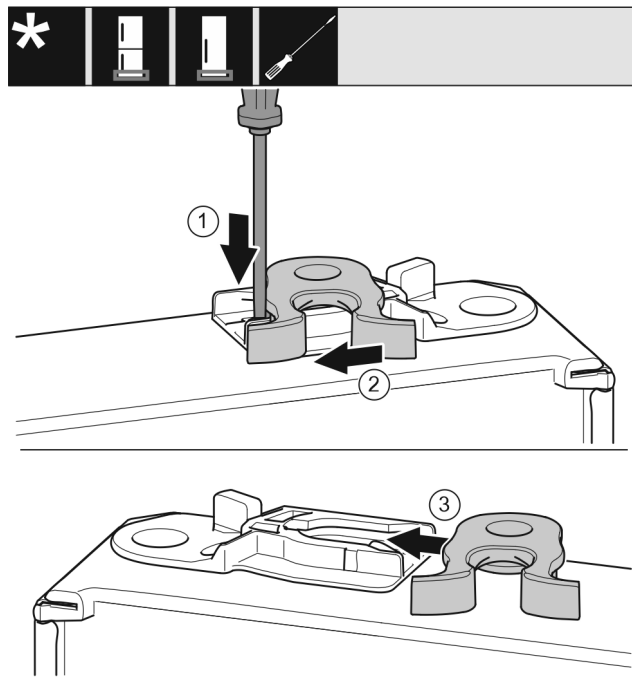

Fig. 15
- Presionar hacia abajo la lengüeta con el destornillador. Fig. 15 (1)
- Extraer el gancho de cierre de la guía. Fig. 15 (2)
- Introducir el gancho de cierre en el otro lado de la guía. Fig. 15 (3)